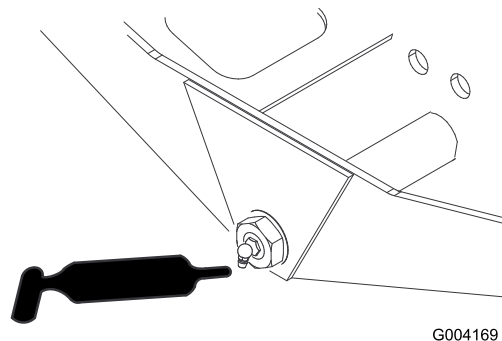

Figura 32
- Pivote de dirección (1) (Figura 32)